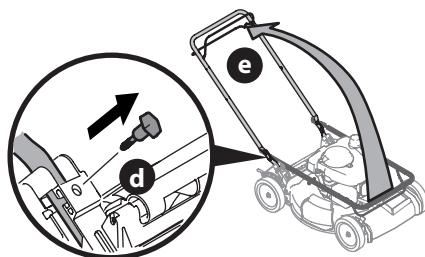

Figura 2
2. Extraiga los pernos T (d) de los soportes de la manija (Figura 2).
3. Mientras estabiliza la cortadora de césped para que no se mueva, gire la manija superior (e) hacia arriba (Figura 2). No prense los cables del control de la transmisión o de la cuchilla mientras levanta la manija.